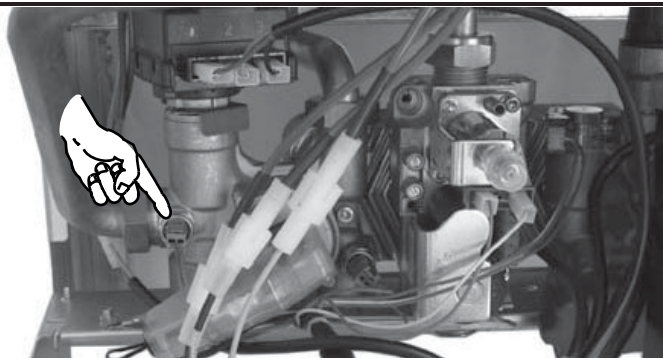

Fig. 7.1
- 1 Cut the electrical power off the NTC heating temperature probe (examples Fig. 7.1
- 1 Электрически отсоединить пробник температуры отопления NTC (например Fig. 7.1
- 4 Reconnect the electrical power of the NTC heating probe (examples Fig. 7.1).
- 4 Электрически подсоединить пробник температуры отопления NTC (например Fig. 7.1).